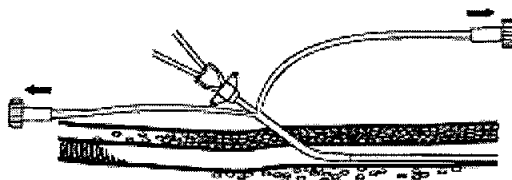

Fig. 4
14. Sujete los dos mandos de la vaina, y tire hacia afuera y hacia arriba para desprender la vaina del catéter. (Fig. 4)